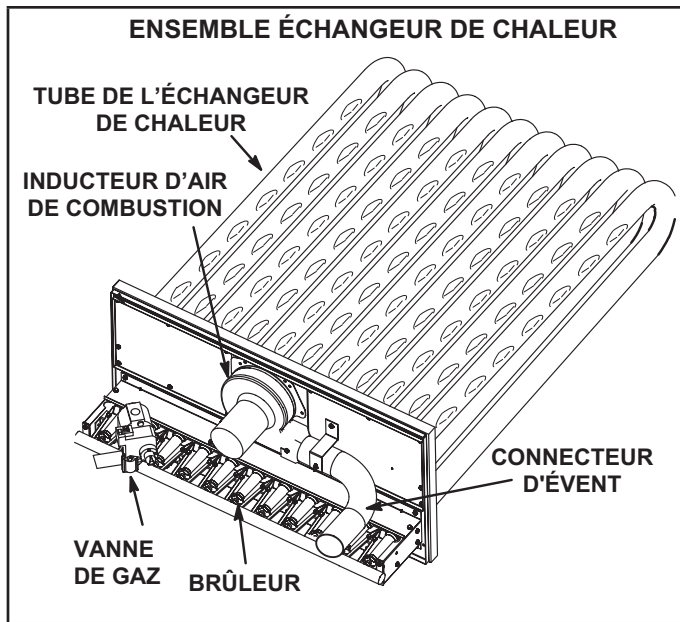

FIGURE 33
- 3 - Retirer et conserver les vis fixant l'inducteur d'air de combustion sur la boîte à fumée. Retirer et conserver les deux vis de fixation de la patte supportant le connecteur d'évacuation. Voir FIGURE 33.